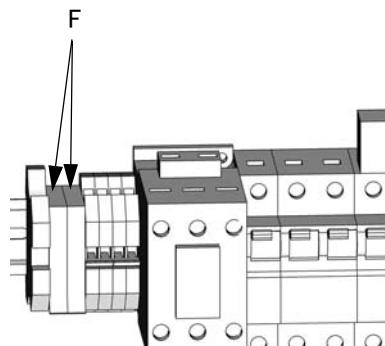

图 7. 风扇保险丝
3. 检查断路器模块左侧的保险丝 (F), 图 7。若已烧毁, 则将其更换。若状态良好, 则继续步骤 4。
4. 请参见电路图。从保险丝 (F) 位置断开风扇的连线。